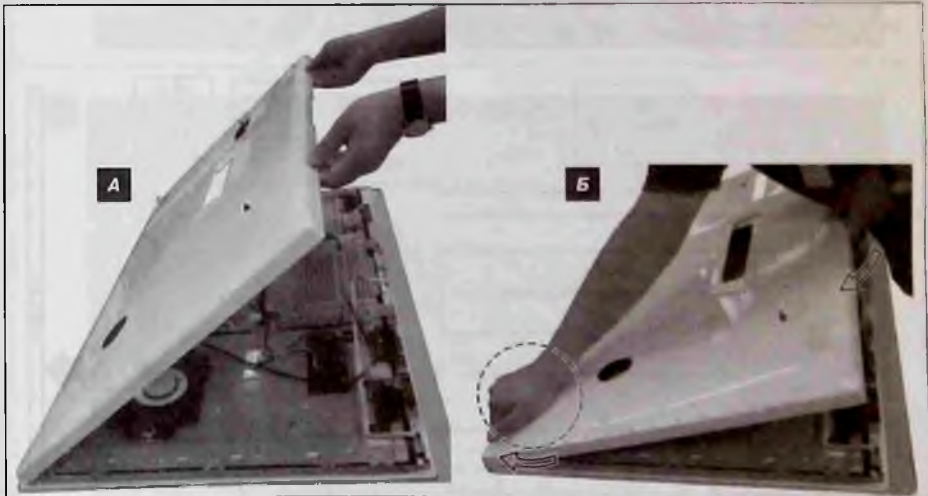

Рис. 9. Снятие задней крышки
5. После того как крышка отсоединилась от нижней и боковых частей корпуса, ее приподнимают (рис. 9а), сдвигают по направлению от себя и вверх (рис. 9б) и снимают.